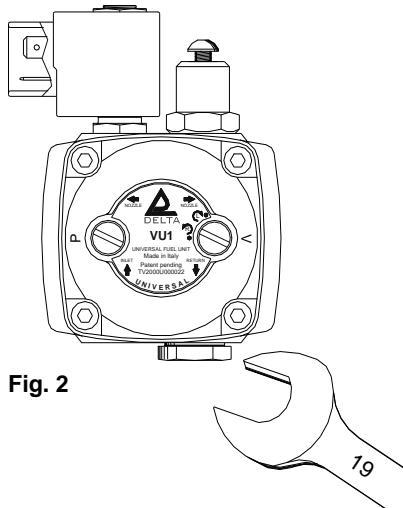

Fig. 2
- Setzen Sie einen 1/4" Stopfen in den Rücklaufanschluß ein (Bild 2).